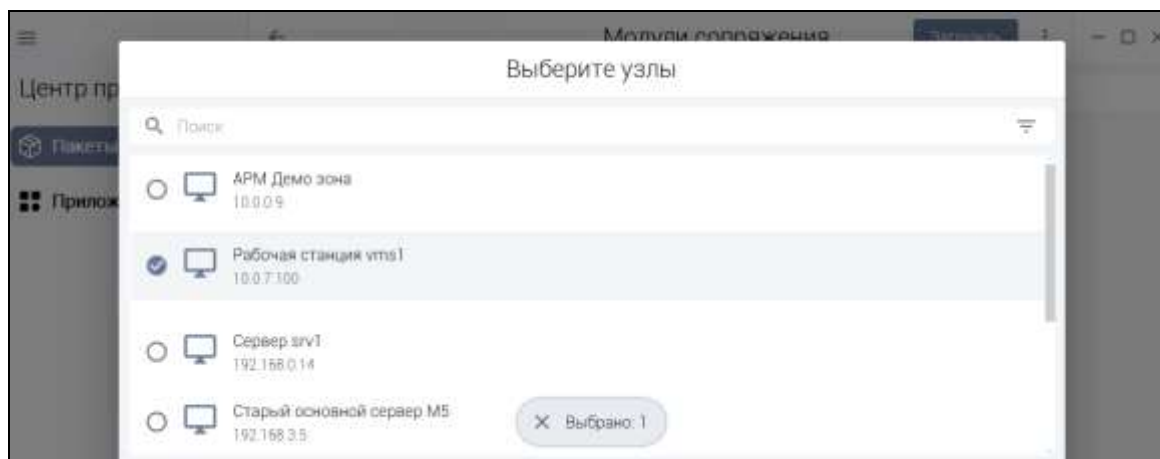

Рисунок 8 — Выбор узла установки
– для запуска установки необходимо нажать на кнопку [Установить] на лицевой стороне карточки пакета или открыв карточку, выбрать Узел для установки из предложенного списка узлов системы (Рисунок 8), нажать [Продолжить];